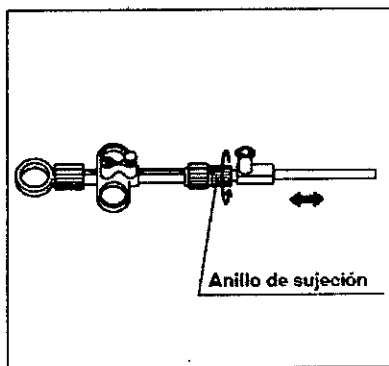

Figura 3.4
9. Cuando ya no pueda empujar más el tope gire el anillo de sujeción 180 grados. (Véase Figura 3.4)
10. Inspeccione la conexión del mango KD al instrumento. Asegúrese de que el anillo de sujeción rodea firmemente el tope. (Véase Figura 3.4)